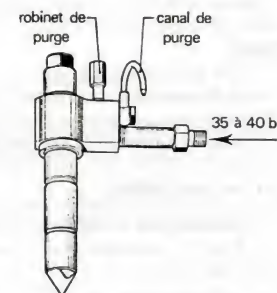

Fig. 41. — Porte-injecteur d'essai.
- Régler la pression du banc entre 35 et 40 bars, afin que le liquide pousse le clapet et coule par le canal de purge du porte-injecteur d'essai (fig. 41).
Pour exécuter ce travail, un système approprié, ou « **méthode à haute pression** », est employé sur certains bancs d'essais. On utilise à cet effet des porte-injecteurs spéciaux et une pression de contrôle d'environ 35 à 40 bars (fig. 41).